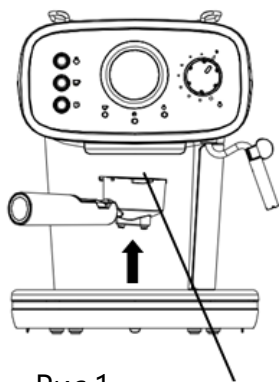
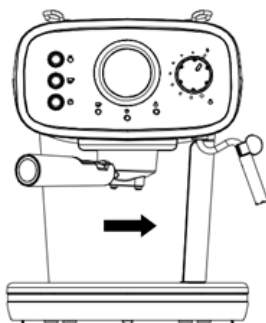
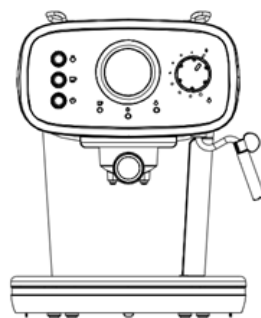

Рис.1
Рис.2
Рис.3
- Установите стальной фильтр в металлический рожок, затем поместите металлический рожок под держатель металлического рожка (см. рис.1) и поверните его против часовой стрелки до тех пор, пока он не будет плотно закреплен (см. рис.2 и рис.3).
- Установите стальной фильтр в металлический рожок и поместите металлический рожок под держатель (см. рис.1) и поверните его против часовой стрелки до тех пор, пока он не будет плотно закреплен (см. рис.2 и рис.3).